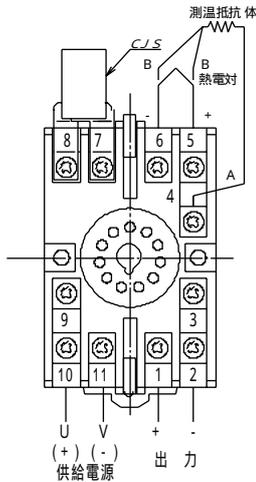

図2
2. 配線は図2の接続により接続し、電線は回路の定格容量に適合するものを使用してください。